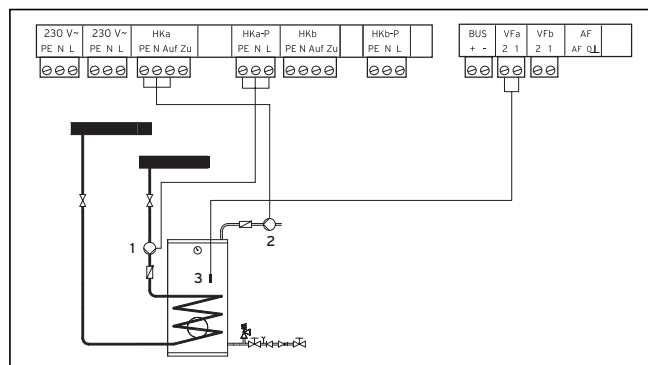

Рис. 5.3 Подключение смесительного контура в качестве контура нагрева накопителя
- Выполните соединительную электропроводку согласно рис. 5.3.